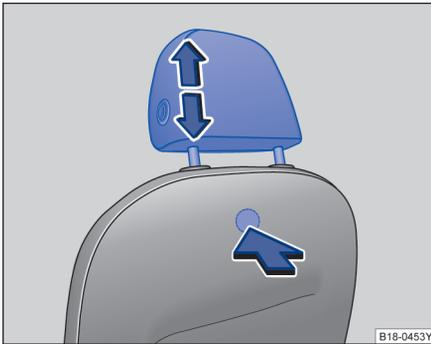

图 60 拆卸和安装前部头枕
- 按压座椅背部隐藏在座椅套内的按钮 ⇒ 图 60，将头枕完全拔出。